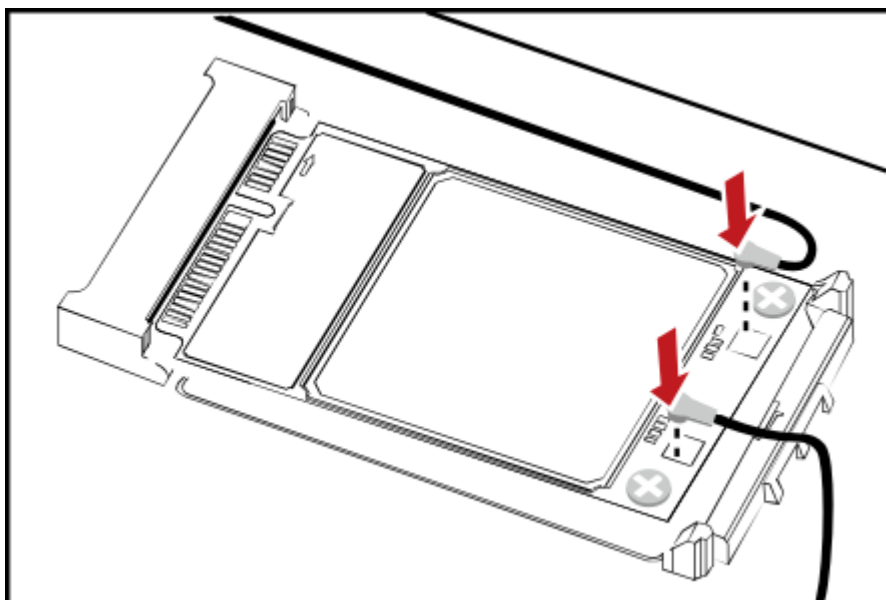

Рисунок 4.3 — Подключение антенн
4. Вставьте основную антенну в разъем MAIN (M) модуля, аналогичным образом вставьте вспомогательную антенну в разъем AUX (A) если она не используется для целей WiFi (рисунок 4.3).